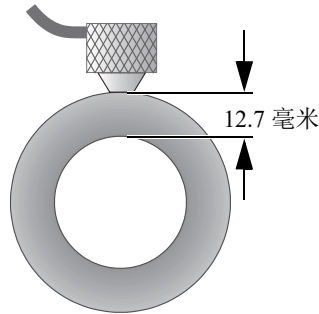

图 5-11 耦合双晶探头
2. 施用中度到较强的力度，将探头端部耦合到被测材料的表面，并尽可能使探头平放在材料表面（参见第 70 页的图 5-11）。